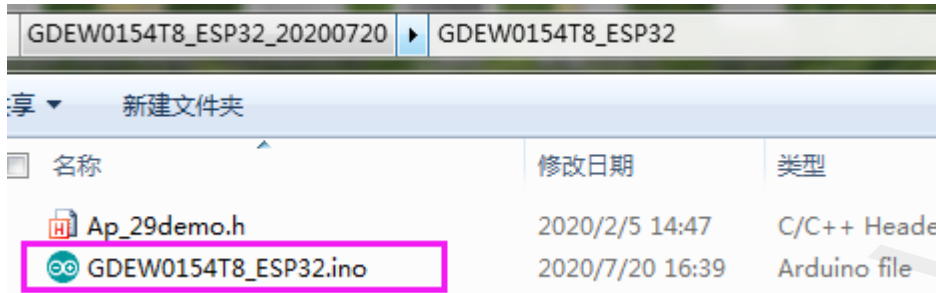

图 7 打开Ardui no. i no工程文件
- 2、用Ardui no 1.8.6 打开图7所示驱动程序文件夹中的Ardui no. i no工程文件。